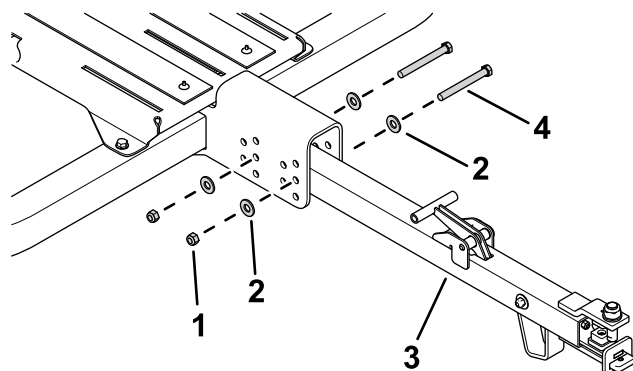

図 23
1. ボルト 7/16" 2 本、ワッシャ 4 枚、ロックナット 2 個で、トレーラ Tongue をメインフレームに固定する図 23。